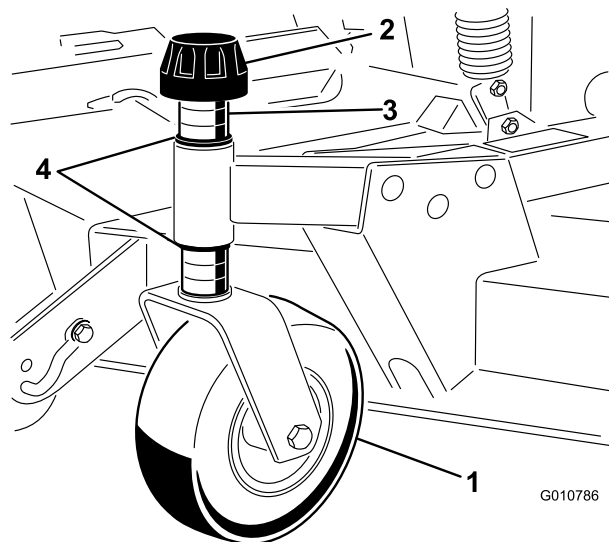

Figure 9
1. Enlevez le chapeau de tension de l'axe de pivot et sortez l'axe du bras de la roue pivotante avant (Figure 9).